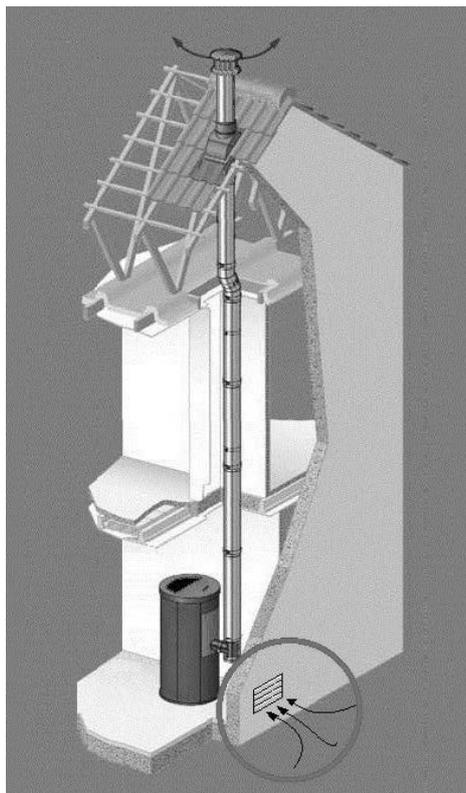

Fig. 6 - Installation possible pour toutes les poêles
- L'afflux d'air entre l'extérieur et la pièce peut se produire directement, à travers une ouverture dans les murs extérieurs de la pièce (solution conseillée voir Fig. 6).
- L'afflux d'air entre l'extérieur et la pièce peut se produire directement, à travers une ouverture dans les murs extérieurs de la pièce (solution conseillée voir **Fig. 6**).